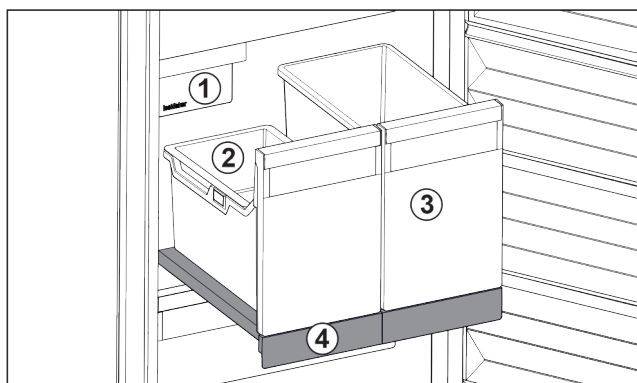

Fig. 21 Vysouvací přihrádka s IceTower
- (1) IceMaker
- (2) Závěsná miska pro kostky ledu
- (3) Nádoba např. pro pizzu, alkoholické nápoje
- (4) Vysouvací přihrádka
Na vysouvací přihrádce jsou dvě vysoké nádoby (IceTower). V nádobě Fig. 21 (2) se shromažďují a skladují kostky ledu z IceMaker. Nádoba Fig. 21 (3) se hodí pro skladování vysokých potravin jako pizzy nebo alkoholické nápoje.